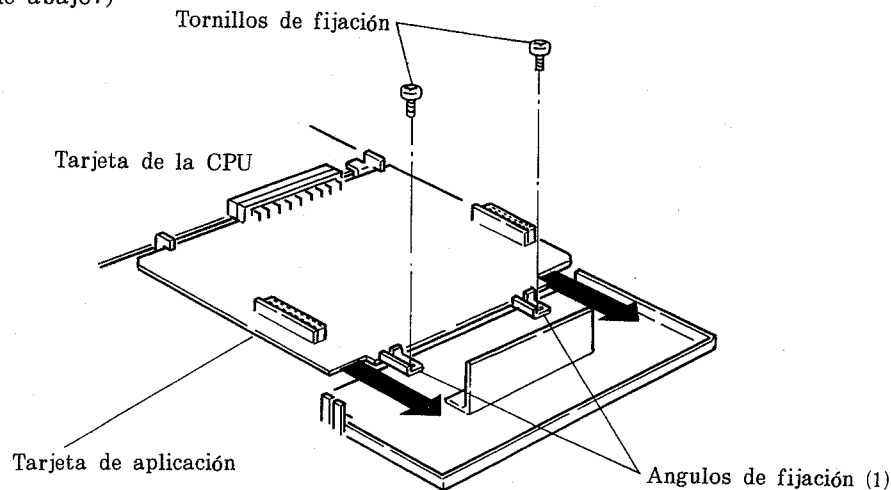

Figura 15
- c) Extraiga los tornillos de fijación (2 piezas) de la tarjeta de aplicación. (Vea la figura 15 de abajo.)
- d) Tire de los ángulos de fijación (1) de la tarjeta de aplicación en la dirección de flechas para desconectar la tarjeta de aplicación de la tarjeta de la CPU. Luego levante los ángulos de fijación (1) para extraer la tarjeta de aplicación. (Vea la figura 15 de arriba.)
- (6) Conecte la batería de servicio al conector de la batería (CN8) de la tarjeta de la CPU, y desconecte la batería del cuerpo principal del conector de la batería (CN7).